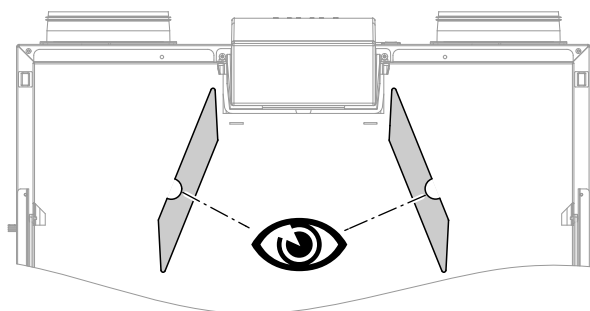

Рис. 62
3. Вставьте новые фильтры в прибор. Соблюдайте при этом монтажное положение: см. рис. 62.